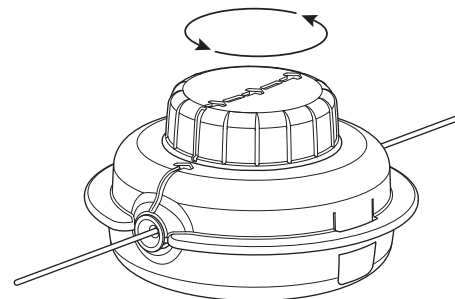

Fig. 17
5. Gire la perilla de impacto en el sentido contrario a las agujas del reloj para enrollar el hilo hasta que sobresalgan aproximadamente 5 pulgadas (12.7 cm) por cada lado del cabezal de corte (Fig. 17). **NO** oprima la perilla de impacto mientras se enrolla el hilo. **NO** se deben alinear las flechas cuando se termine de enrollar el hilo.